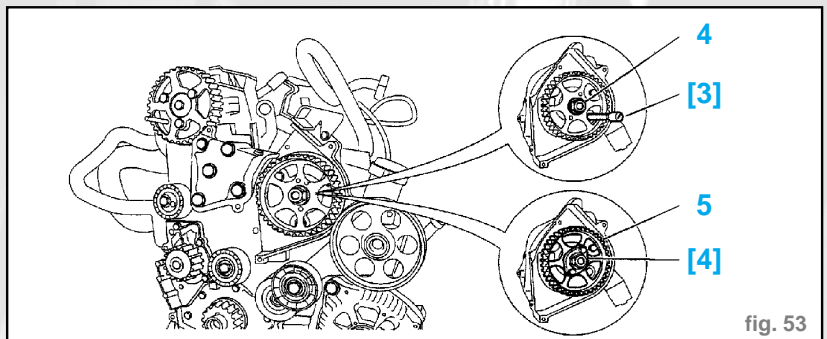

fig. 53
- Vidanger et écarter le bocal (2) de l'élément filtrant.
- Déposer le support (3) du bocal de l'élément filtrant.
- Desserrer l'écrou (4) (à l'aide de l'outil [3] pige (-).0188-V) (fig. 53).
- Déposer la poulie d'entraînement pompe haute pression (5) (à l'aide de l'outil [4] (-).0188-R).